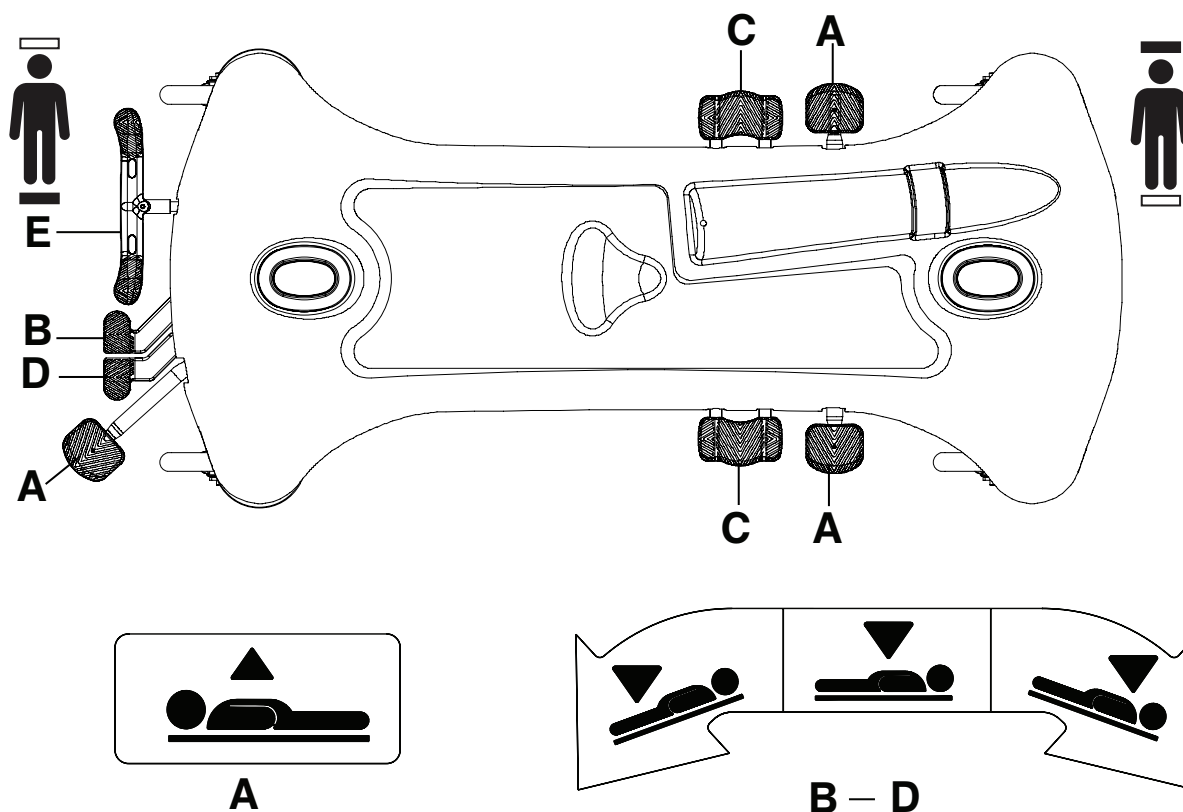

Figura 2 – Elevación o descenso de la mesa
Para subir la mesa, presione hacia abajo el pedal de la bomba (A) hasta que se alcance la altura deseada (Figura 2).
Para bajar el extremo de la cabeza del producto, presione hacia abajo el pedal de liberación del extremo de los pies (D) o presione hacia abajo en el lado del pedal uni-lower (C) más próximo al extremo de los pies hasta que la mesa esté plana (Figura 2).
Para bajar el extremo de los pies del producto, presione hacia abajo el pedal de liberación del extremo de los pies (B) o presione hacia abajo en el lado del pedal uni-lower (C) más próximo al extremo de los pies del producto (Figura 2).